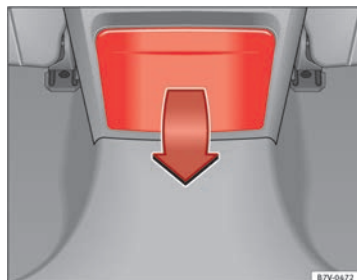

Fig. 117 Parte posterior de la consola central: desplegar los portabebidas.
- Para **abrir**, desplegar hacia abajo el portabebidas, en el sentido que indica la flecha ⇒ fig. 117.